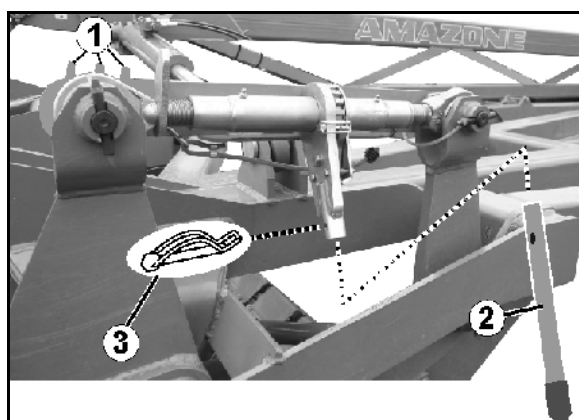

Рис. 56
При установке шпинделей на одну длину поможет шкала (Рис. 56/1).
2. Закрепите ручной рычаг (Рис. 56/2) пружинным фиксатором (Рис. 56/3) на храповом механизме (Рис. 56).